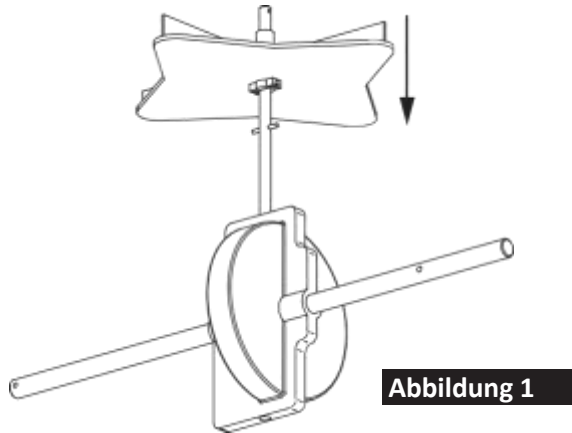

Abbildung 1
1. Drücke die Verteilerdrehplatte auf die Drehplattenwelle, wie in Abbildung 1 angezeigt. Achten Sie darauf, dass der Spannstift in der Drehplattenwelle in der Drehplatte einrastet. **HINWEIS: Es kann sein, dass Sie die Drehplatte auf dem Spannstift leicht in die richtige Position klopfen müssen.**